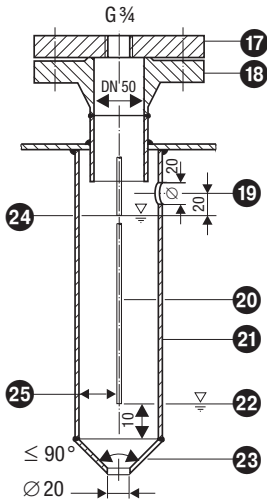

Fig. 16 Beschermbuis (lokaal) bij toepassing als inwendige waterstandbegrenzer
- Het elektrische kruiptraject van 14 mm tussen de elektrode en de massa (flens, tankwand) mag niet worden onderschreden! **Fig. 16 -22.**